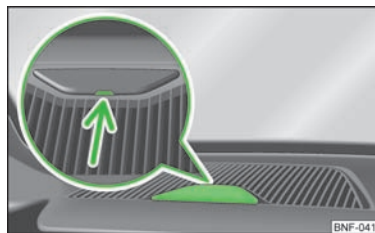

Abb. 74
- Einen Schlitzschraubendreher in die mit dem Pfeil gekennzeichnete Aussparung » Abb. 74 stecken und die Abdeckkappe vorsichtig nach oben klappen.
- Die Öffnung für die Aufnahme in der Schalttafel durch die Abdeckkappe verschließen » Abb. 74.